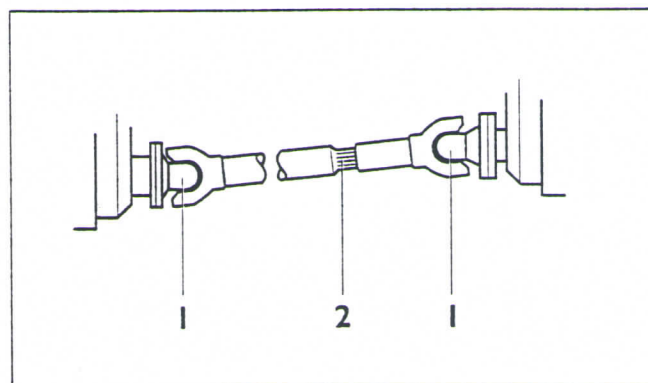

Fig. 98/1 Lubrificação do eixo articulado
- Lubrifique os eixos articulados entre a tomada de força auxiliar e a bomba hidráulica, bem como entre o motor hidráulico e a bomba centrífuga, nas articulações (Fig. 98/1, Pos. 1) e nos elementos corrediços (Fig. 98/1, Pos. 2).
- A canalização de comando para a válvula proporcional só deve estar acoplada à posição mostrada (Fig. 98/4, Pos. 1).